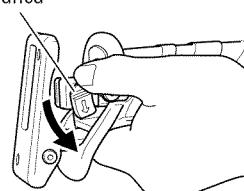

Fig. 3
- (2) Empuje la palanca en la dirección de la flecha indicada en la Fig. 3 y marcada en la misma. Si gira el manguito del sujetador hasta la mitad conseguirá asegurarlo automáticamente.
- (2) Despues de haber empujado la palanca en la dirección de la flecha mostrada en la Fig. 3, gire la hoja de manera que quede dirigida hacia abajo. La hoja debe caer por su propio peso. Si la hoja no cae, extraígala con la mano.